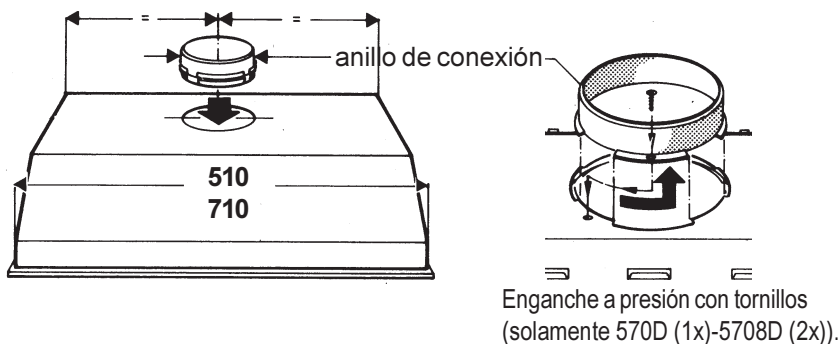

Fig. 1
- El aire se envía al exterior mediante un tubo conectado al anillo de conexión . **Fig. 1.**